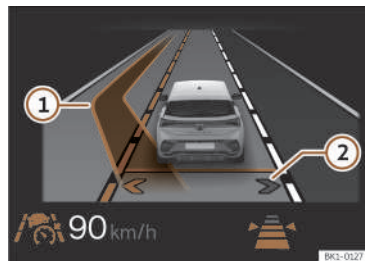

Fig. 128 Sul display del quadro strumenti: visualizzazione del cambio di corsia assistito (rappresentazione schematica).
In questo modo, il cambio di corsia assistito viene attivato. Le frecce per la propria corsia sono visualizzate in grigio sul display del quadro strumenti >>> **fig. 128 ②**
Se il sistema non ha rilevato alcun oggetto nel campo di rilevamento del sistema di sensori e un cambio di corsia assistito in una corsia adiacente è possibile, la corsia corrispondente viene visualizzata sul display del quadro strumenti accanto alla corsia del conducente. La freccia sul lato della corsia corrispondente è mostrata in bianco >>> **fig. 128 ②**.